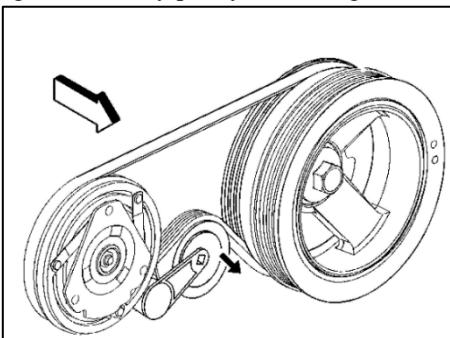

Fig 1: AC belt
3. Take note of the underhood belt routing diagrams. If unavailable, refer to Figs 1 & 2.
10. Rotate AC tensioner clockwise and reinstall the AC belt (Fig 1).
3. Prenez note des schémas d'acheminement des courroies sous le capot. En l'absence de celui-ci, se reporter à la Fig. 1 & 2.
10. Faites tourner le tendeur de l'AC dans le sens des aiguilles d'une montre et réinstallez la courroie de l'AC (Fig 1).
10. Gire el tensor CA en el sentido de las agujas del reloj y vuelva a instalar la correa CA (Fig. 1).